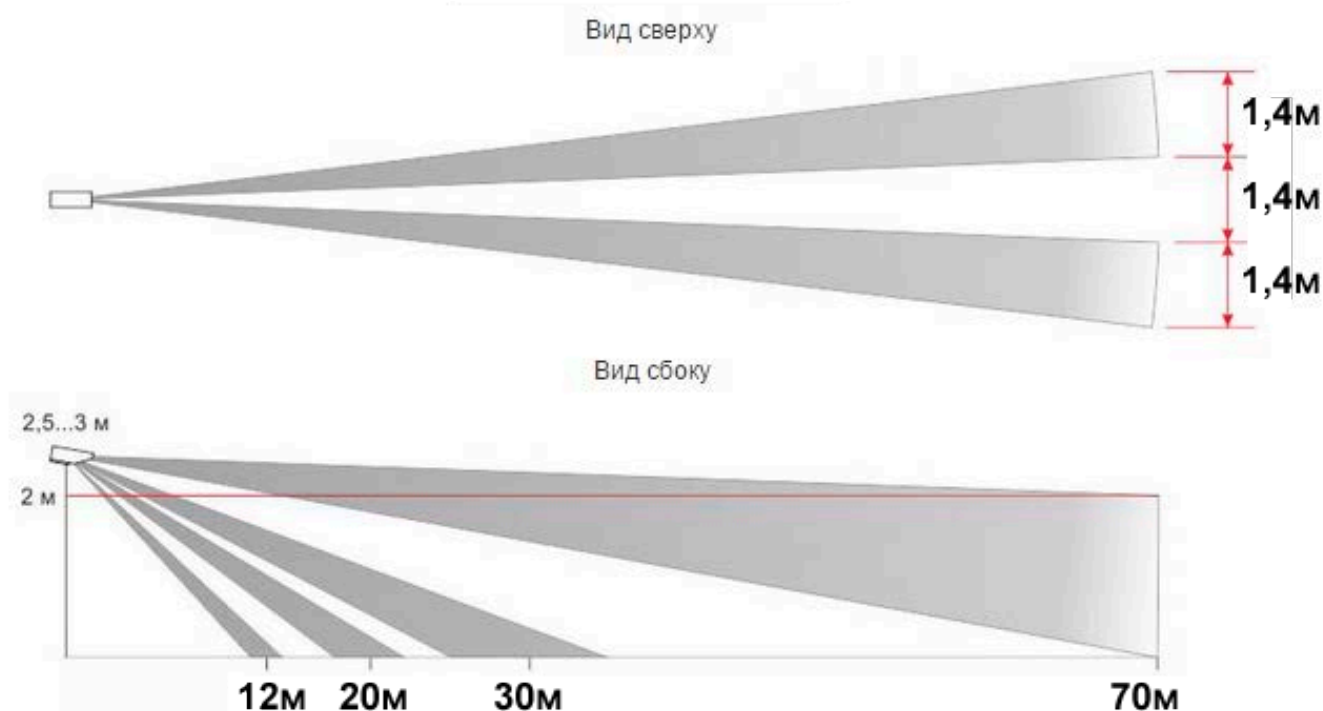

Рис.1.1 Диаграмма направленности зоны обнаружения.
- формируют извещение **ТРЕВОГА** при пересечении нарушителем зоны обнаружения на всей её дальности в соответствии с рис.1.1;
1.5.4 Принцип действия извещателя основан на регистрации изменения температуры среды при пересечении нарушителем зоны охраны, образованной двумя расходящимися лучами в форме пирамид с основаниями на границе зоны обнаружения. Диаграмма направленности зоны обнаружения приведена на рис. 1.1.
1.5.6 Возможны две схемы включения извещателей: одиночное и встречное. При одиночном включении в зоне обнаружения работает один извещатель в соответствии с рис.1.1, при встречном включении зону образуют два извещателя, включенные навстречу друг другу. Встречное включение устраняет «мертвые» участки зоны одиночного включения, повышает вероятность обнаружения и уменьшает ложные срабатывания. Шлейфы извещателей включаются по схеме «**монтажное И**», при которой формирование извещения **ТРЕВОГА** происходит при срабатывании обоих извещателей. Схема соединения при одиночном включении приведена на рис. 1.4, при встречном включении – на рис.1.6. Оконечные резисторы Rg1, Rg2 устанавливаются в соответствии с документацией на ППК.